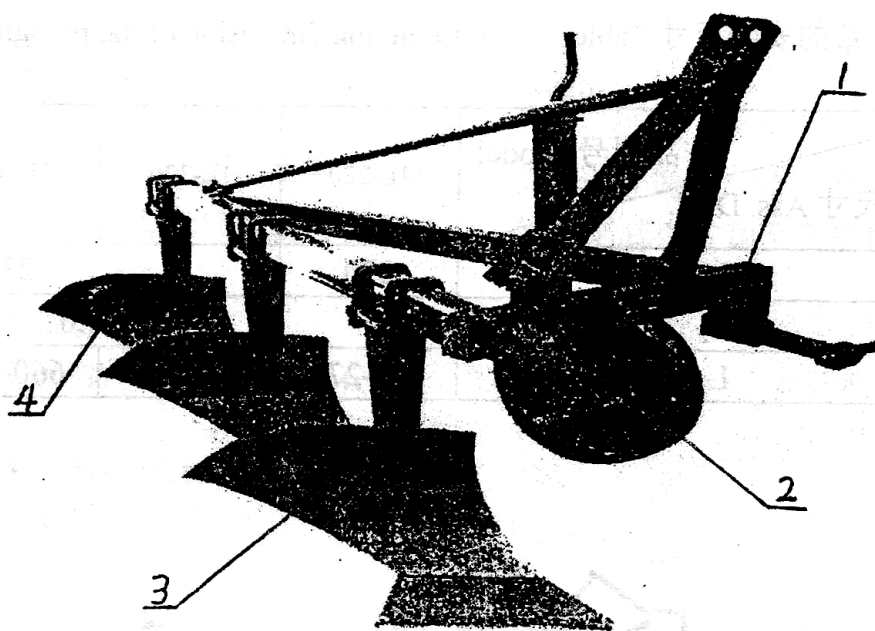

Рис.1
Плуг состоит из рамы (1), регулируемого опорного колеса (2) и корпусов плуга в сборе (3,4). См. рис. 1
4) Регулировка ширины борозды (см. рис. 1)